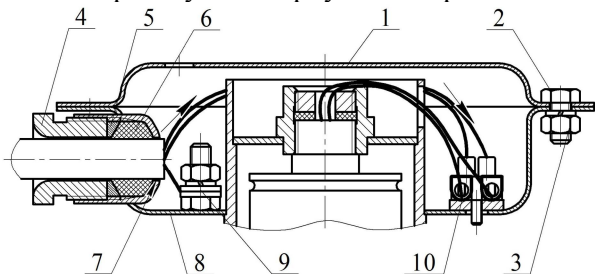

Рисунок 2
6.2 Произвести монтаж вводной коробки МПП (см. рисунок 2).